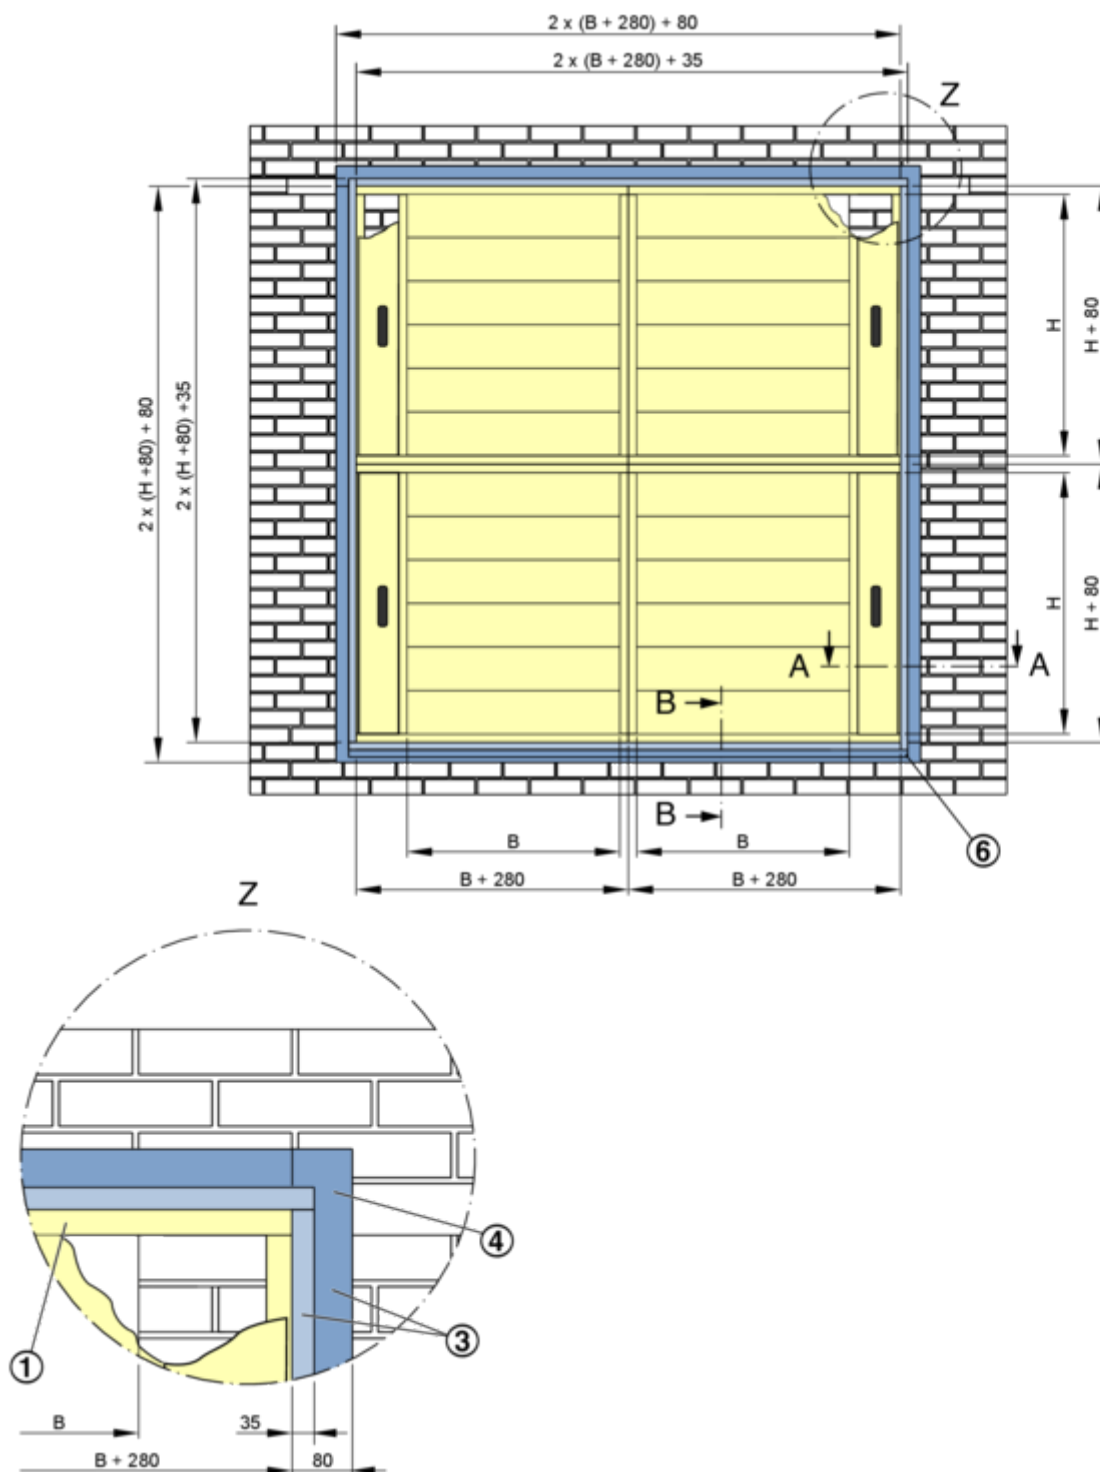

Fig. 28: Dettaglio del profilo angolare
- 3 Profilo angolare (in loco) ↪ Fig. 28